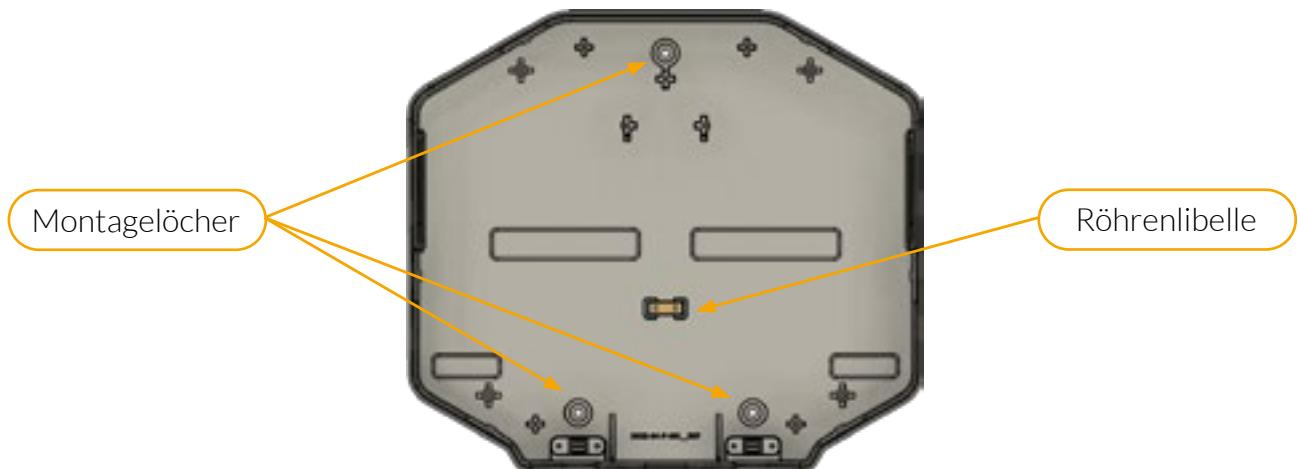

Abbildung 16: Montagelöcher Gehäuse
9. Befestigen Sie das Gehäuse der Wallbox mit drei Schrauben (\varnothing max. 6 mm). Nutzen Sie dafür die entsprechenden Montagelöcher (Abbildung 16, Pfeile).
4. Bohren Sie, gemäß Ihrer Anschlussbedingungen, mit einem geeigneten Bohrwerkzeug Löcher für die Kabelverschraubung an die entsprechend dafür vorgesehenen Gehäusestellen des Wallboxgehäuses. (Abbildung 16)
5. Verschrauben Sie das Gehäuse der Wallbox mit drei Schrauben (\varnothing 6 mm) mit der Stele. Nutzen Sie dafür die entsprechenden Montagelöcher (Abbildung 16, Pfeile).